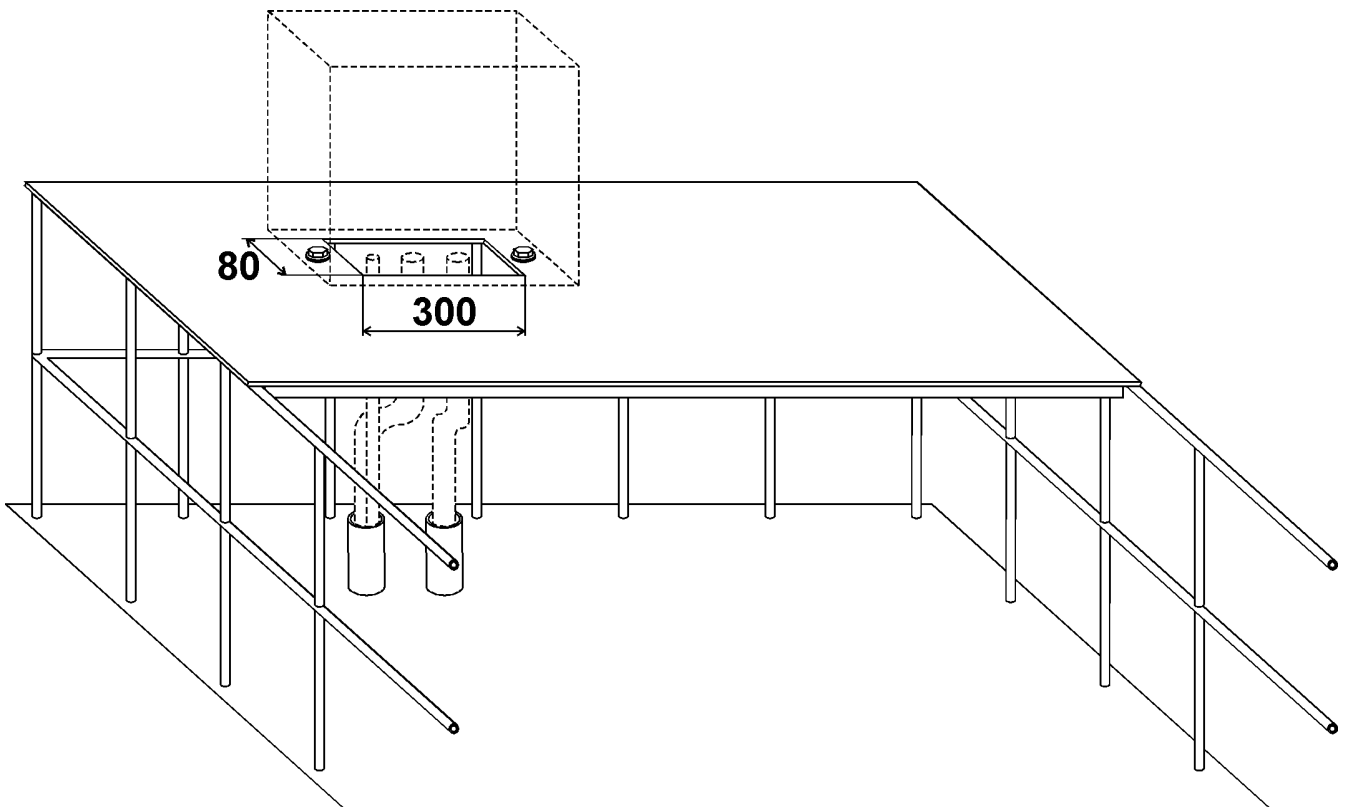

Рис. 9. Вариант установки блока УМП на ограждение смотровой площадки.
2. Отрезать верхние концы труб на высоте 300...500 мм от пола смотровой площадки [рис. 9].